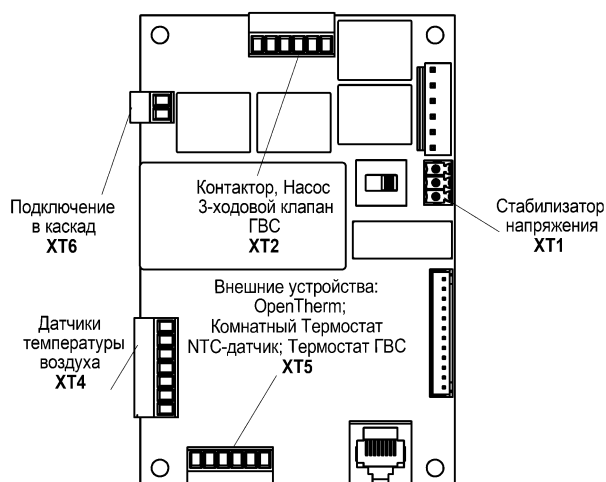

Рисунок 8. Основные разъёмы платы контроллера
**6.4.1** Местоположение платы контроллера показано на рис.2а, поз.11. Назначение основных разъёмов платы контроллера для подключения внешних устройств показано на рис. 8. Подробные схемы подключения внешних устройств приведены в **Приложении В**.